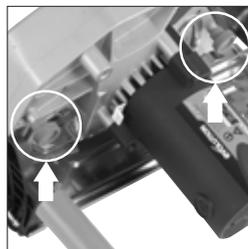

Fig. 1
- 2) Retirez de l'outil le collecteur de poussières en desserrant les (2) deux gros écrous moletés. (**Fig. 1**).